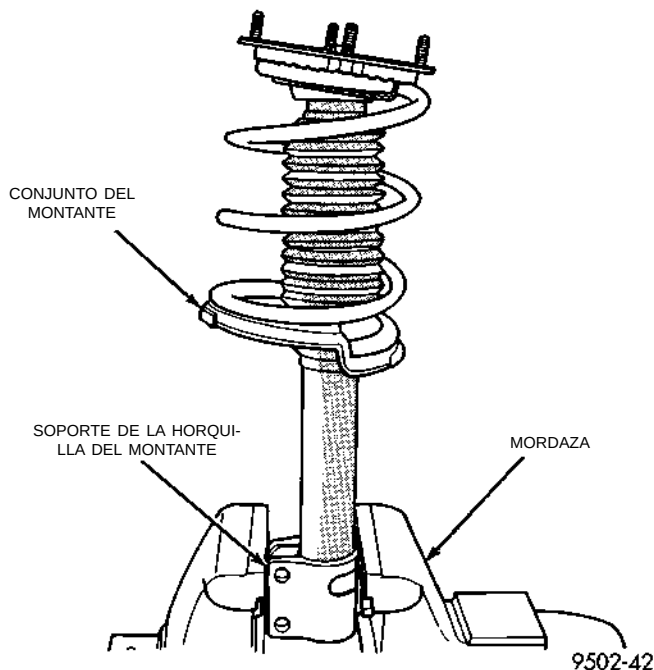

Fig. 25 Conjunto del montante instalado en la mordaza
(1) Retire del vehículo el conjunto de montante que requiere servicio. Consulte Desmontaje del conjunto de montante en Servicio de montantes traseros, en esta sección del Manual de servicio.
(2) Emplace el conjunto de montante en una mordaza (Fig. 25). Con pintura o un equivalente, marque